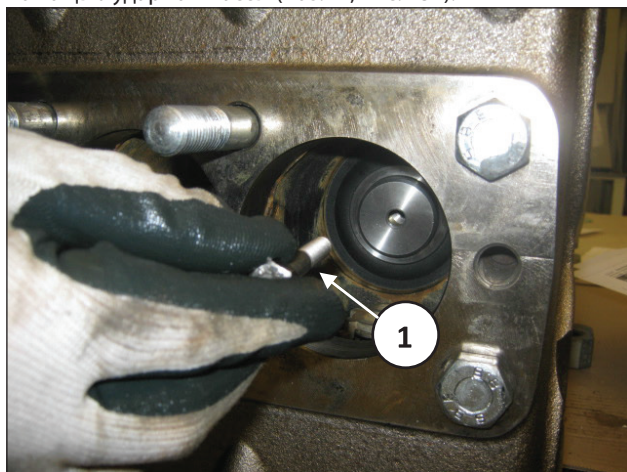

Рис. 130
Открутите винт M8, крепящий блок поршня, и выньте его вместе со втулкой, фиксирующей уплотнение (поз. ①, Рис. 130).